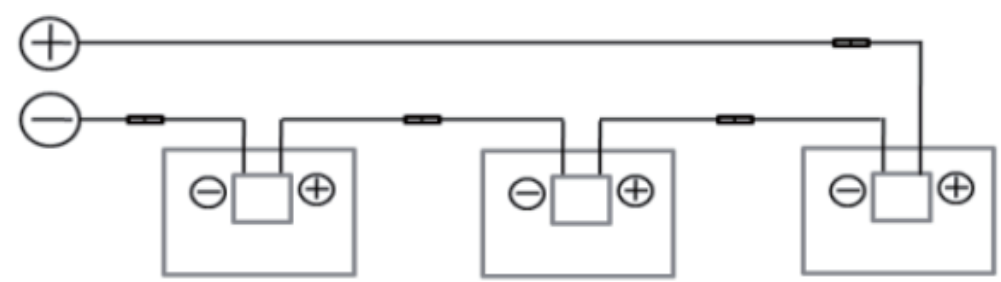
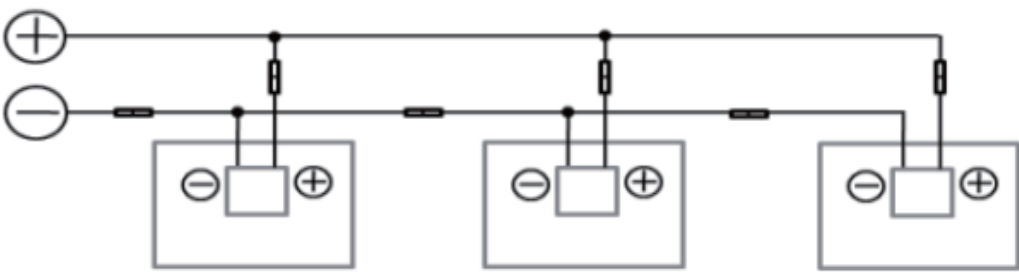
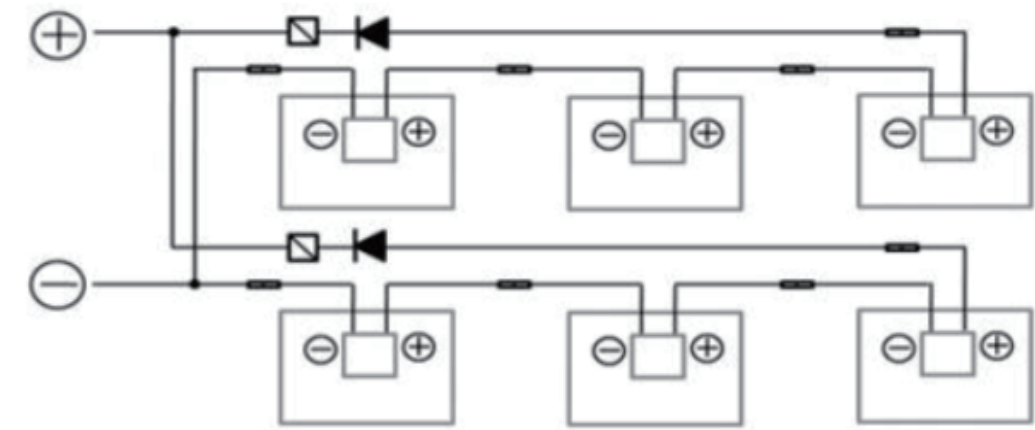

图 10-1 串联
图 10-2 并联
图 10-3 串并联
8.3 为了确保系统正常运行，在连接组件或连接负载时，请确保电缆的极性连接正确。如果组件连接不正确，旁路二极管和接线盒可能会损坏。光伏组件的连接有串联(图 10-1)，并联(图10-2)和串并联(图10-3)等方式。组件串联并联数量，需根据系统配置合理设计。同时请注意，如果并联数量>2串时，在每串组件上必须有一个过电流保护装置。
8.3 为了确保系统正常运行，在连接组件或连接负载时，请确保电缆的极性连接正确。如果组件连接不正确，旁路二极管和接线盒可能会损坏。光伏组件的连接有串联（图 10-1），并联（图 10-2）和串并联（图 10-3）等方式。组件串联并联数量，需根据系统配置合理设计。同时请注意，如果并联数量≥2 串时，在每串组件上必须有一个过电流保护装置。